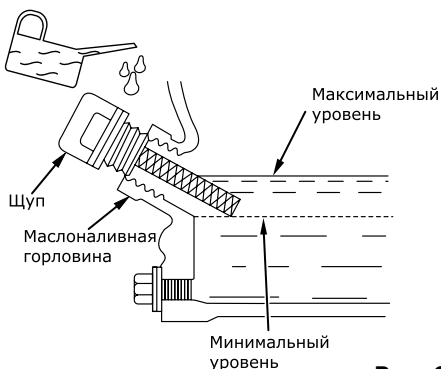

Рис. 6
- Залейте масло до нужного уровня по меткам на щупе или краю маслосазливной горловины (рис. 6).